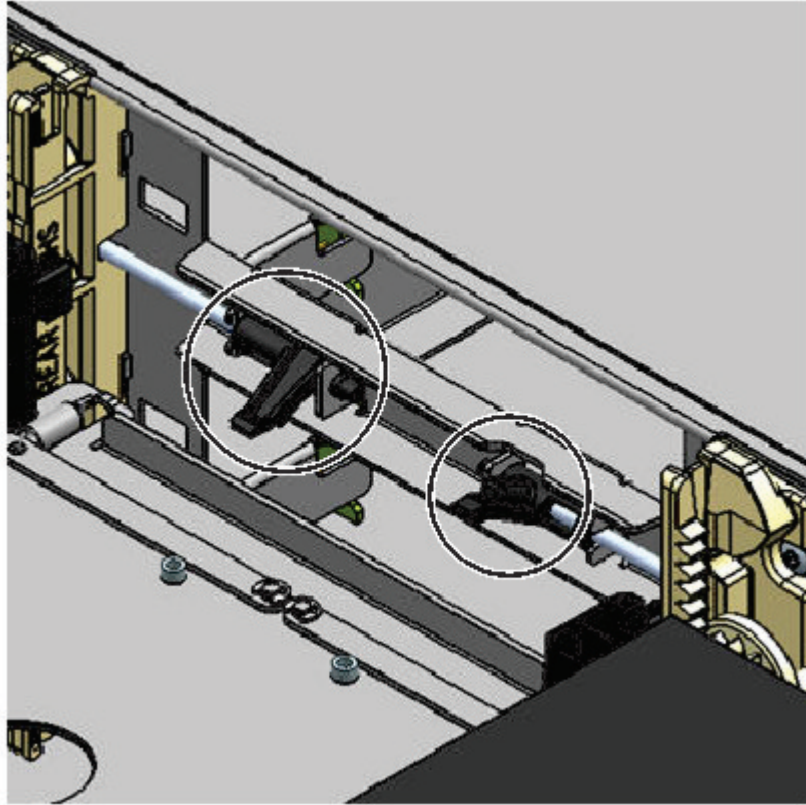

Figure 71. Leviers de dégagement des magasins
1. Retirez les magasins gauche et droit à l'aide des leviers de dégagement des magasins (entourés d'un cercle dans la Figure 71 on page 127). Tirez sur le levier, puis retirez le magasin.